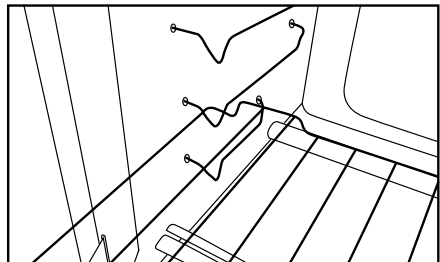

Fig. 3
3. Une fois franchi le POINT A, baisser l'avant de la grille et continuer à la faire glisser jusqu'au fond du four (Fig. 3 et 4).